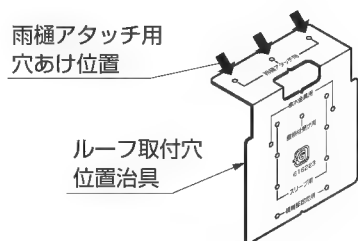

図11-14
- ①ルーフ取付穴位置治具を樋にあて、ケガキ、ドリルで水抜き穴φ36と雨樋アタッチA取付穴φ3.2をあけてください。(図11-14、11-15参照)